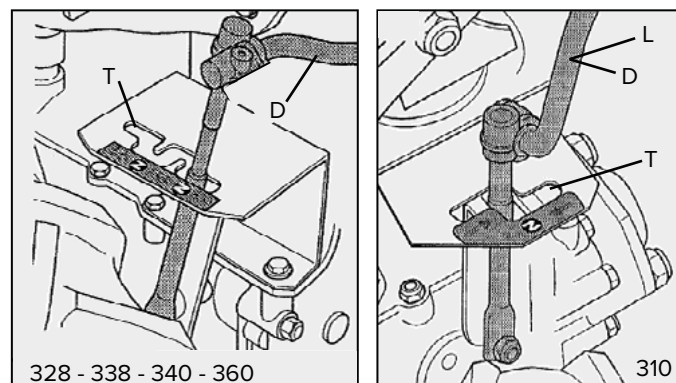

рис. 22
**E** рычаг ВОМ; предохранительный механизм **S** (рис. 20-21) предотвращает одновременное включение обратной скорости (рис. 22).